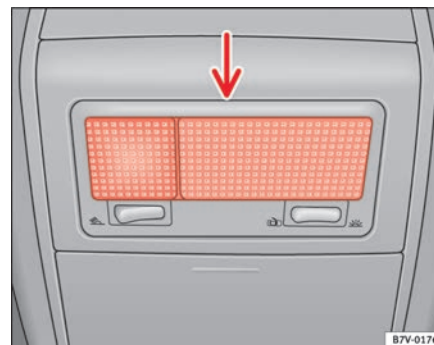

Abb. 169 Innenleuchte ▶
- Einen flachen Schraubenzieher oder einen ähnlichen Gegenstand zwischen Gehäuse und Glas (Pfeil) ⇒ Seite 258, Abb. 169 einführen und das Glas vorsichtig abnehmen.